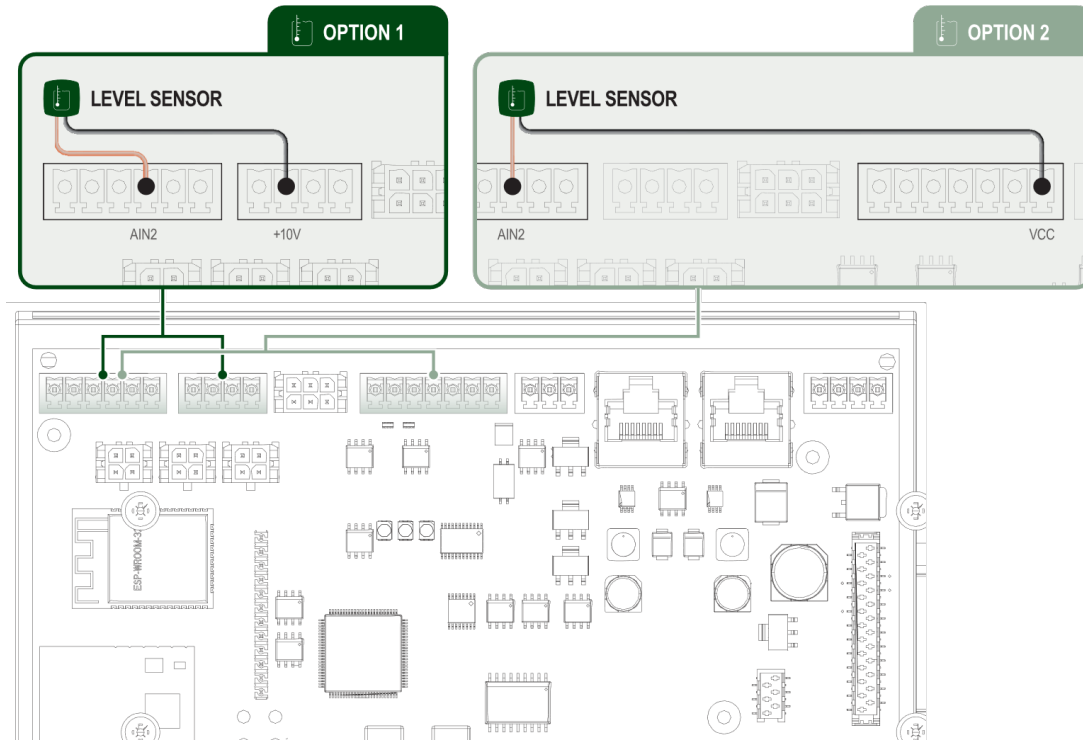

Abbildung. 18 Anschluss an Klemmen
Esy I/O regelt den Wasserstand über den Zweileiter-4/20-mA-Stromtiefensensor. Der Sensor kann mit bis zu 12 V DC betrieben werden (Option 2, siehe Abbildung. 18), und die Reichweite kann über die "H2D"-App eingestellt werden. Der Füllstandssensor muss direkt an die Klemme angeschlossen werden, wie in Abbildung. 18. Urheberrecht Der Anschluss ist über Option 1 oder Option 2 möglich. Der Tiefensensor hat eine Polarität, bitte überprüfen Sie vor dem Anschließen den Schaltplan.
1. Füllstandssensor zur Überwachung des Wasserstands im Auffangbehälter. Für die Verkabelung schließen Sie das Netzkabel an die AIN2- und +10V- oder AIN2- und VCC-Klemme an (siehe Abbildung. 18)